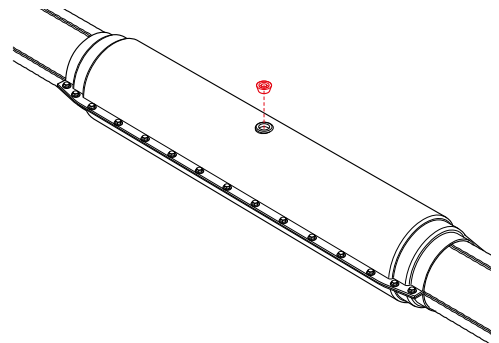

Рис. 4.8.9
9. После завершения процесса пенообразования закрутить герметизирующую пробку (рис. 4.8.9).